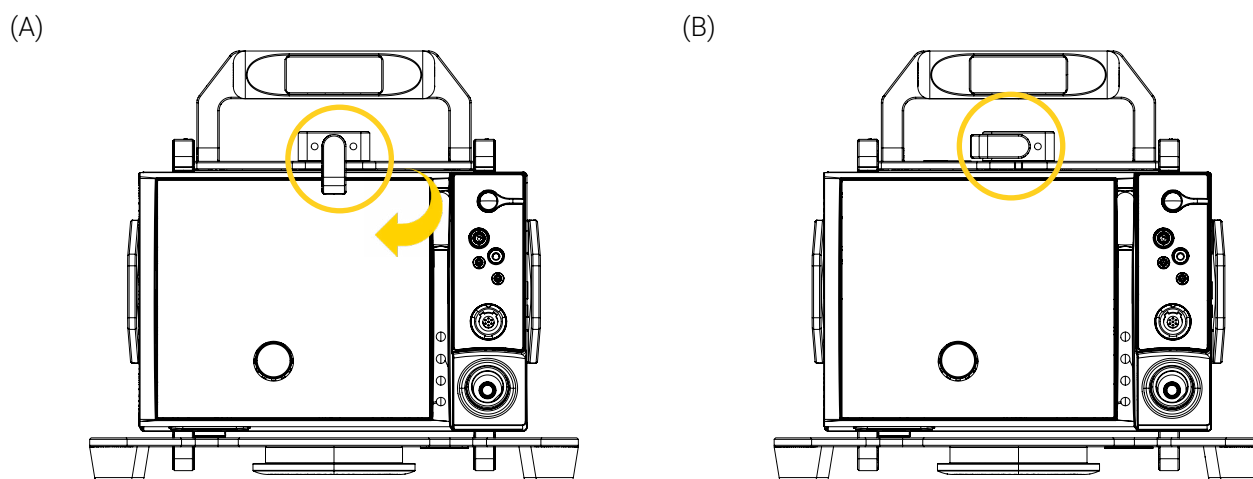

Figure 10: Déverrouillage du BP380 – GR
2. Déverrouiller le BP380 – GR à l'aide du loquet quart de tour (Figure 10). Consulter la section « Déverrouiller le BP380 – GR » à la page 18 au besoin.